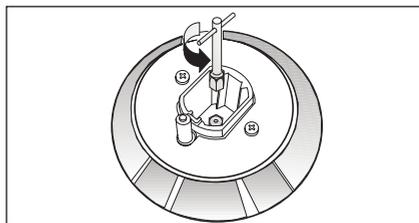

fig. 11
- Pour changer les injecteurs de la table, enlevez le chapeau et la tête du brûleur et procédez à leur changement à l'aide d'une clé (tube de Ø 7 mm) (fig. 11).